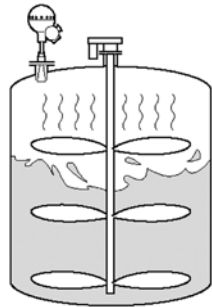

Рис.9.
**Пример 2 (рис.9).** Благодаря высокой чувствительности и усовершенствованной обработке эхо-сигналов, уровнемеры 5600 могут использоваться для измерений уровня в технологических резервуарах с мешалками. Помехи от возмущений, создаваемых мешалками, будут успешно отфильтрованы программным обеспечением уровнемера.